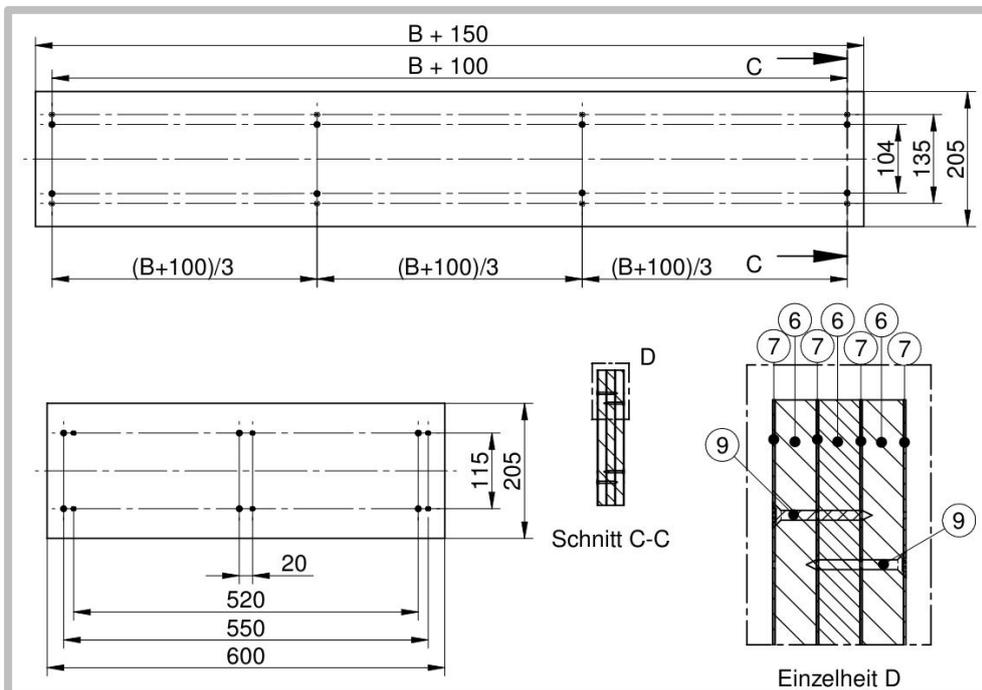

Abbildung 31
- Befestigungspaket zum Anschließen des Antriebes in das Metallständerwerk einbauen. Aufbau des Befestigungspaketes siehe Seite 18, Abbildung 31.
- Befestigungspaket zum Anschließen des Antriebs in das Metallständerwerk einbauen. Aufbau des Befestigungspakets siehe Seite 18, Abbildung 31.